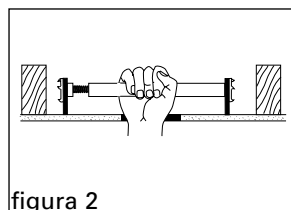

figura 2
2. Con ambos lados del Saf-T-Brace® posados al nivel del techo, a mano solamente rotar la parte cuadrada del tubo hasta que los "dientes" estén firmemente incrustados en la viga; una herramienta de 7/8" puede que sea necesaria para la vuelta final de manera que la barra quede del lado plano. No instalarse con dicha herramienta. Una parte plana del tubo debe de estar paralela al cielo raso de manera que el corchete quede en la posición correcta (figura 2).